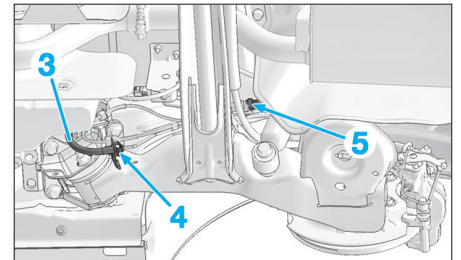

Fig. 59
- Dégager des guides (2) les câbles de frein de stationnement.
- Désaccoupler le flexible de frein (3) sur le tuyau rigide de frein (4) (Fig.59).